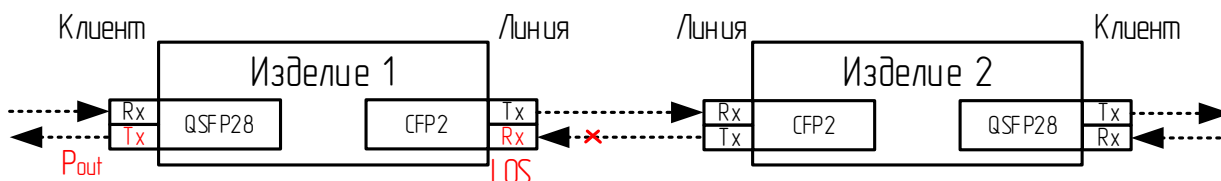

Рисунок 44 – Режим ALS с линии на клиент
2.4.6.3 Отключение выходной оптической мощности в сторону клиента при отсутствии мощности на входе линии (см. Рисунок 44). Установить для параметра *Cl1.LLF.Set* необходимое значение.